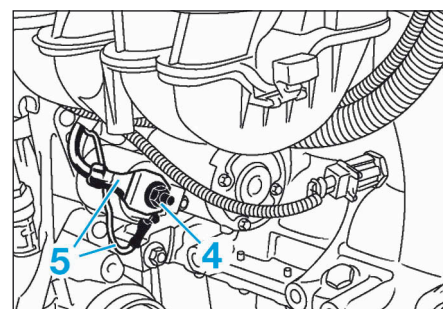

FIG.18
- Déposer (Fig.18) :
- l'écrou (4),
- les cosses (5).